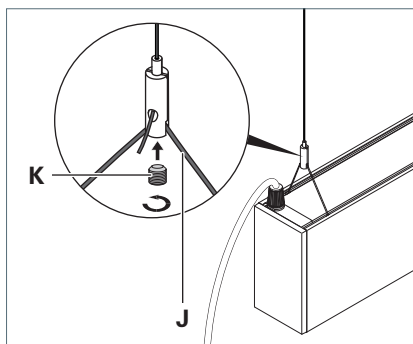

Fig. 5: Fixer le luminaire à l'attache de câble.
- Insérez le câble métallique **J** du luminaire dans l'attache de câble, voir Fig. 5.